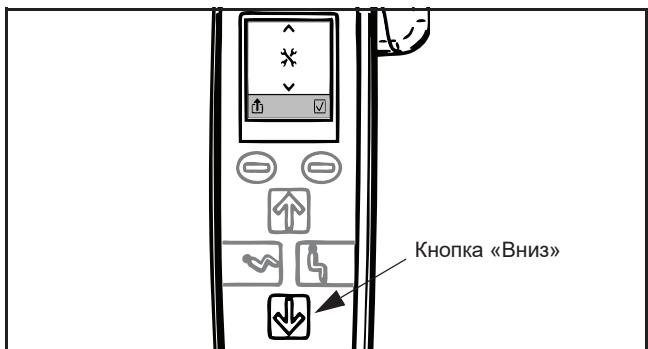

Рис. 62
- Нажмите кнопку «Весы» для обнуления показаний. После этого на дисплее отобразится нулевое значение (см. рис. 62).